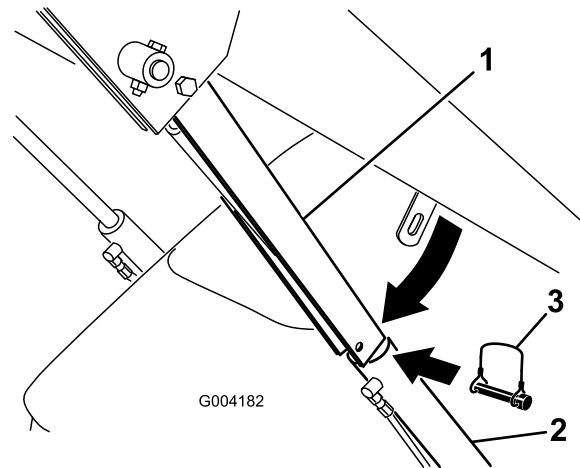

Figura 13
4. Retire la chaveta y el pasador que fijan el bloqueo del cilindro al brazo de carga (Figura 13).
5. Baje el bloqueo del cilindro sobre la barra del cilindro y fíjelo con el pasador y la chaveta (Figura 13).